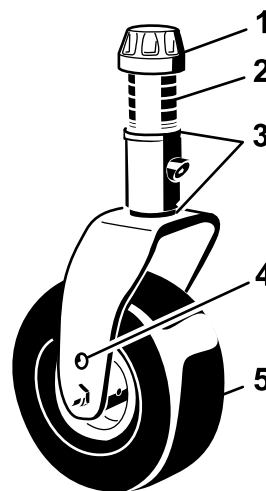
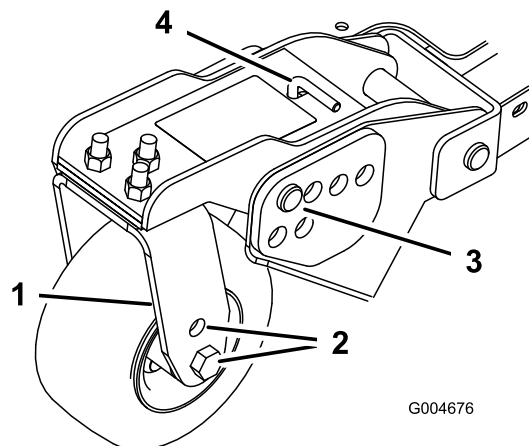
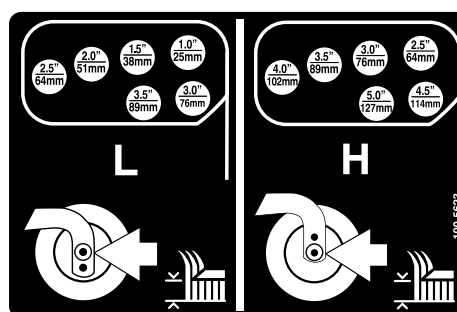

Bild 20
Bild 22
Bild 23
- Stecken Sie die Laufradachsen in allen Laufradgabeln in die gleichen Löcher (Bild 20 und Bild 22).
- Entfernen Sie die Spannkappe von der Spindelwelle und ziehen die Spindel aus dem Laufradarm heraus (Bild 20).
- Entfernen Sie den Splint und die Lastösenbolzen von den Laufradgelenkarmen (Bild 22).
- Drehen Sie die Spannstange, um den Gelenkarm anzuheben oder abzusenken, bis die Löcher mit den ausgewählten Löchern in der Schnitthöhenhalterung im Mähwerkrahmen ausgerichtet sind (Bild 22 und Bild 23).